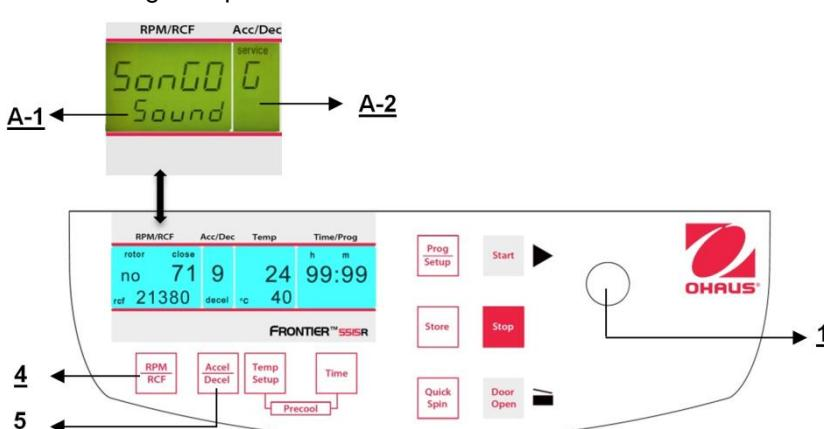

Figure. 35
Poursuivre conformément à la description du paragraphe 4.1.2 pour entrer dans ce mode de programme et appuyer ensuite sur la touche **Accel/Decel** (5). Sur l'affichage **Acc/Dec** (A-2), le mot **Service** clignote. Sélectionner maintenant la lettre **"G"** avec le bouton de réglage (1). Ceci entraîne l'apparition des mots **"SonGo/Sound"** sur l'affichage **RPM | RCF** (A-1). Après avoir appuyé sur la touche **RPM | RCF** (4), il est possible de sélectionner une sonorité avec le bouton de réglage (1). (voir la figure 35)